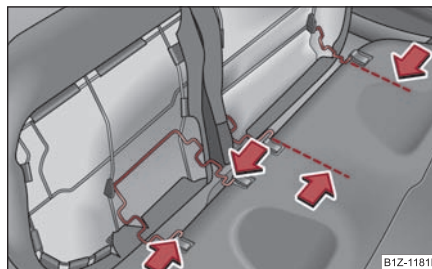

Fig. 83 Sacar las banquetas de asiento
- Presionar el estribo de alambre en sentido de la flecha ⇒ fig. 83 y sacar la banqueta del asiento de la fijación.